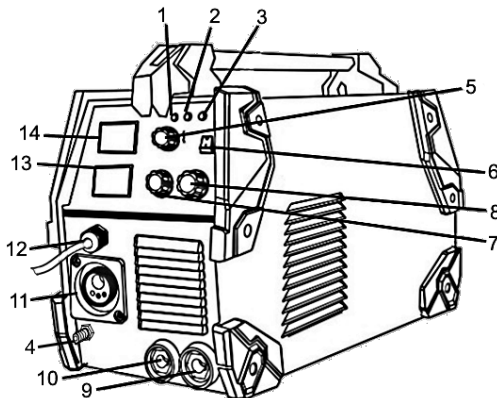
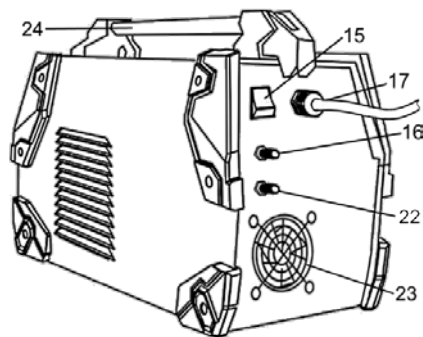

Рисунок 1
Рисунок 2
2.2.3 Індикатор термостатичного захисту (2, рисунок 1) вимкнений, якщо апарат працює нормально. Світіння даного індикатора свідчить про те, що перевищена температура всередині апарата і спрацював захист від перегріву. Сам апарат при цьому увімкнений, але електроживлення на зварювальний контур не подається доти, поки не буде досягнута нормальна температура. При цьому вбудований вентилятор (23, рисунок 2) системи охолодження продовжує свою роботу та після достатнього охолодження апарат запускається автоматично.
2.2.4 Індикатор «QC» (3, рисунок 1) поєднує індикацію роботи трьох функцій захисту електроніки виробу. Індикатор світиться у випадку спрацювання функції/функцій захисту при струмовому перевантаженні, захисту від перевантаження вихідних транзисторів IGBT, захисту від низької/високої напруги в електромережі.
2.2.5 Електродотримач має універсальну конструкцію для використання всіх типів стандартних електродів з обмазкою для зварювання металів. Струм зварювання виставляється за допомогою потенціометра (7, рисунок 1) залежно від типу та діаметра встановленого електрода, параметрів заготовки, складу металу, типу зварного з'єднання тощо.
2.2.6 У разі використання виробу в режимі напіваавтомата потенціометр (7, рисунок 1) регулює швидкість подачі зварювального дроту.
2.2.7 Виріб оснащений двома дисплеями (13 та 14, рисунок 1) для відображення напруги та зварювального струму, що додає зручності при налаштуванні відповідних параметрів зварювання.
Зварювальні кабелі встановлюються в роз'єми (9, 10 та 11, рисунок 1) залежно від вибраного режиму зварювання (MIG/MAG/MMA/TIG). Для під'єднання кабелів необхідно вставити штекер кабелю у відповідний роз'єм так, щоб контакт штекера входив у паз до кінця. Після чого повернути штекер кабелю за годинниковою стрілкою до упору та переконаватися, що він надійно зафіксований.
Для вибору необхідного режиму зварювання використовуйте трипозиційний перемикач (6, рисунок 1). Натискання на його верхню частину активує режим MMA, натискання на нижню частину – режим TIG-LIFT, проміжне положення – режими MIG/MAG/FCAW.